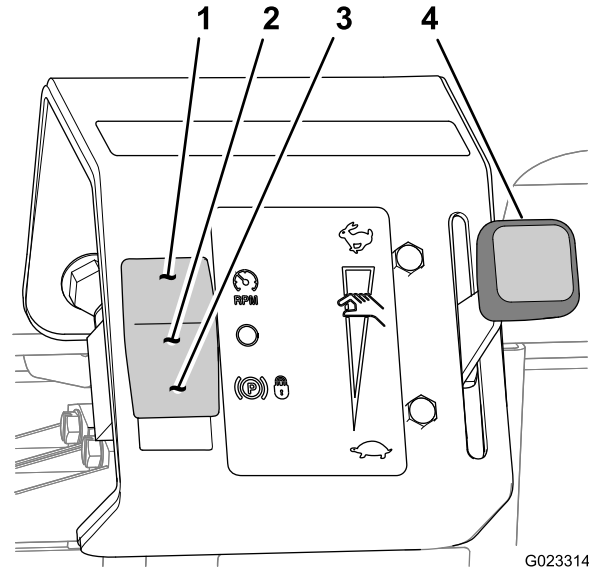

Bild 31
Mit der Handgasbedienung und dem Modusschalter beschränken Sie die maximale Motordrehzahl oder stellen eine festgelegte Motordrehzahl ein (Bild 31).
Mit dem Modusschalter (Bild 31) steuern Sie die Funktion der Handgasbedienung für die folgenden Vorgänge:
2. Stellen Sie die Handgasbedienung auf die Langsam-Stellung (Bild 31).
3. Stellen Sie den Modusschalter nach oben auf die Stellung „Fahrgeschwindigkeit beschränken“ (Bild 31).
6. Stellen Sie die Handgasbedienung auf die Schnell-Stellung (Bild 31), bis die gewünschte Fahrgeschwindigkeit erreicht ist.
6. Stellen Sie die Handgasbedienung auf die Langsam-Stellung (Bild 31).
7. Stellen Sie den Modusschalter nach oben auf die Aus-Stellung (Bild 31).
3. Stellen Sie den Modusschalter nach oben auf die Aus-Stellung (Bild 31).
3. Stellen Sie den Modusschalter nach unten auf die Stellung „Gasbedienungssperre“ (Bild 31).
4. Stellen Sie die Handgasbedienung auf die gewünschte Geschwindigkeit (Bild 31).